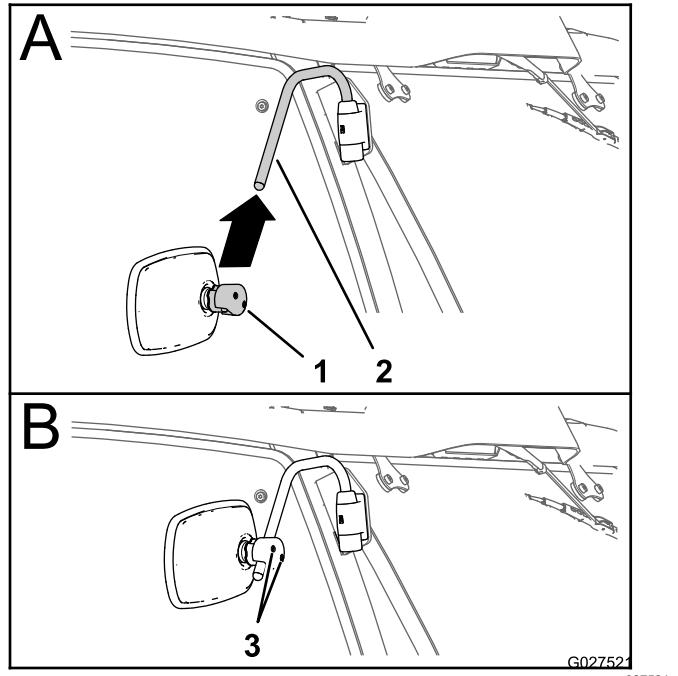

図 5
1. ミラーについている取り付けクランプをサポートアームに合わせる 図 5 の A。
2. サポートアームにミラーを取り付ける 図 5 の A。
3. 取り付けクランプ用の2本のキャップスクリュ 5 mm 図 5 の B を 最大トルク 30 N·m 0.3 kg.m = 26 in-lb にトルク締めする。